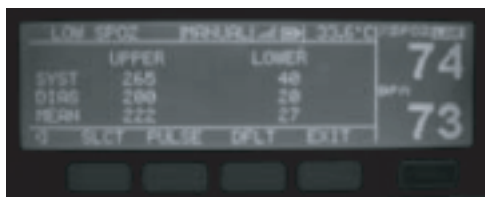

Abbildung 10: NIBP Alarmgrenzen Einstellung
- **Drücken** ^{LIMIT} gefolgt mit ^{NIBP} um die obere und untere Grenzen der Systolische, Diastolische und Mittelwert Lektüre zu betrachten. Sehen die Abbildung 10